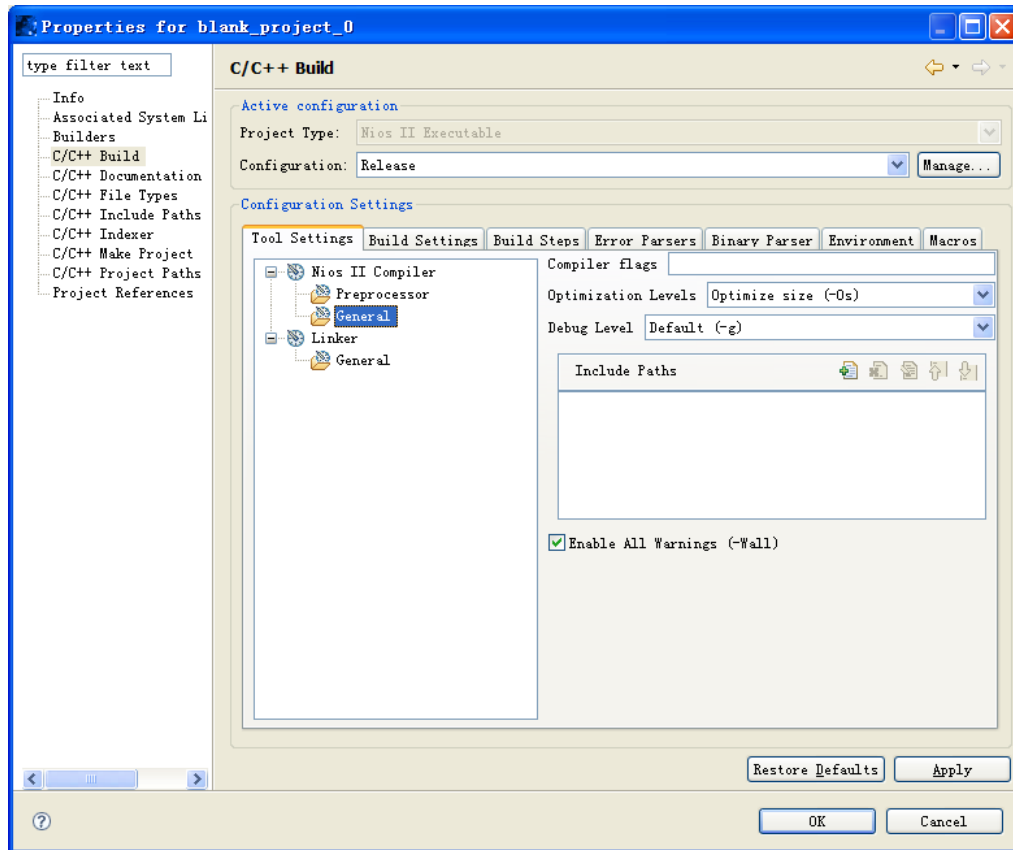

图 7-13 配置工程编译选项
17. 选择工程 blank_project_0, 右键单击, 选择 Properties, 在 C/C++ build 选项卡中配置编译器参数, 跟上次一样依旧是 -DALT_RELEASE -Os -g -Wall, 如图 7-13。